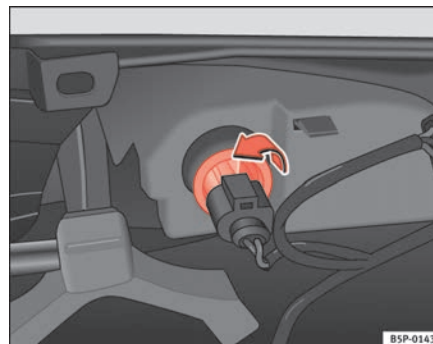

Fig. 194 Piloto por el lado interior del parachoques
- Gire el portalámparas a la izquierda, y extráigalo en el sentido de la flecha ⇒ fig. 194.